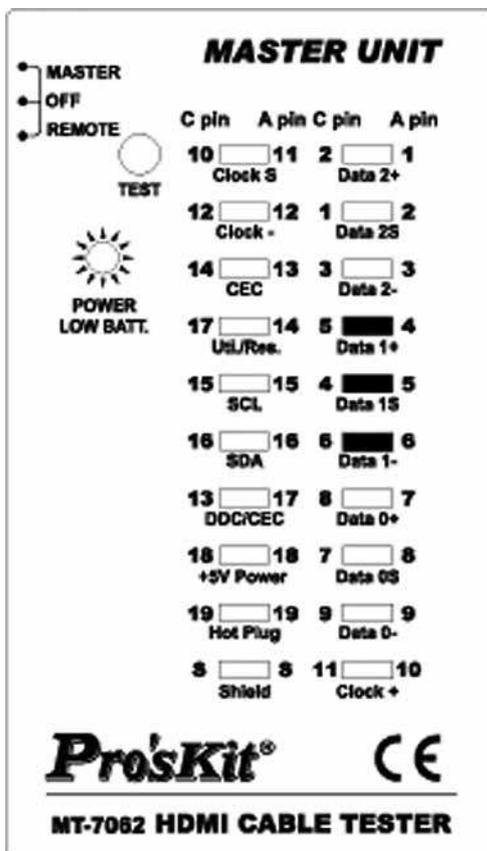

Рис. 4. Короткое замыкание проводников (Short)
- **Короткое замыкание проводников (Short):** сопровождается подачей трех коротких звуковых сигналов и индикацией закороченных проводников. Пример такой неисправности для кабеля HDMI А-А с закороченными проводами 4, 5, 6 и для HDMI (тип А) — Mini-HDMI (тип С) с закороченными проводами 4, 5, 6 приведен на рис. 4.